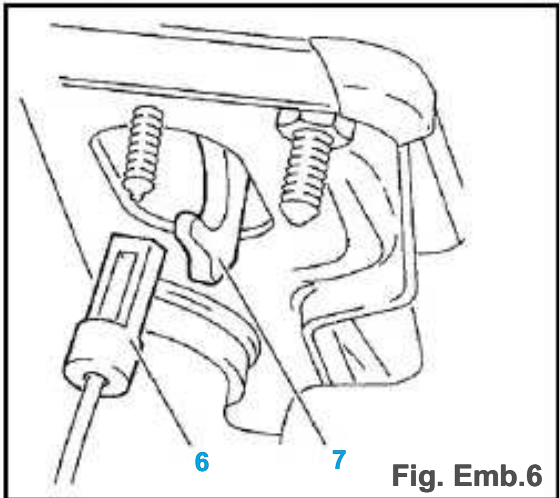

Fig. Emb.6
- Establecer el yugo de fijación del cable (6) En el gancho (7) En la parte superior del pedal de embrague (fig.. Emb 6).